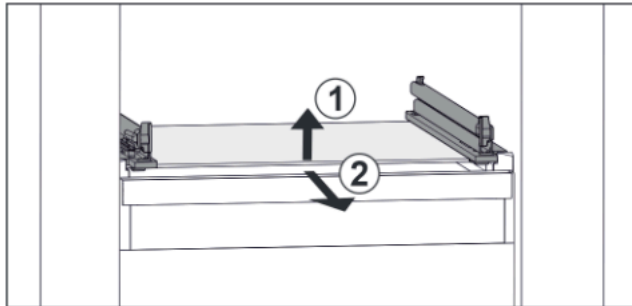

Fig. 98 Rappresentazione esemplificativa del ripiano in vetro
- ▶ Sollevare il ripiano in vetro dal davanti. Fig. 98 (1)
- ▶ Rimuovere il ripiano in vetro tirando in avanti. Fig. 98 (2)